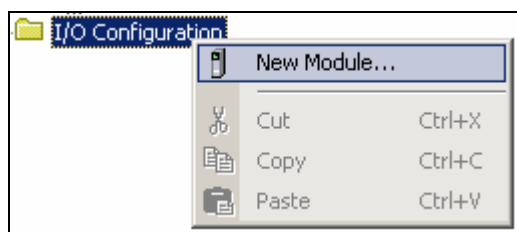

图 4-77 添加新模块
7. 在项目资源管理器中,右键单击 I/O Configuration 文件夹,从弹出菜单中选择 New Module.... 如图 4-77 所示。